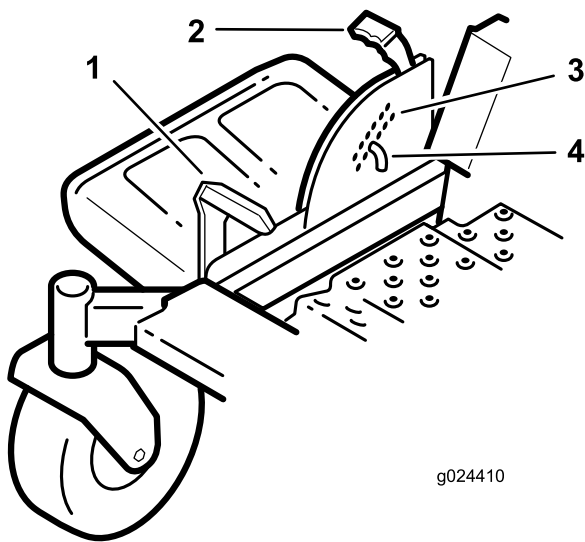

Bild 23
1. Treten Sie mit dem Fuß auf das Mähwerkhubpedal und heben Sie das Mähwerk in die arretierte Transportstellung an (d. h. die Schnitthöhe von 114 mm), wie in Bild 23 abgebildet.
2. Entfernen Sie den Splint zum Einstellen der Schnitthöhe aus der Schnitthöhenhalterung (Bild 23).
3. Wählen Sie ein Loch in der Schnitthöhenhalterung, das der gewünschten Schnitthöhe entspricht, und stecken Sie den Stift wieder ein (Bild 23).